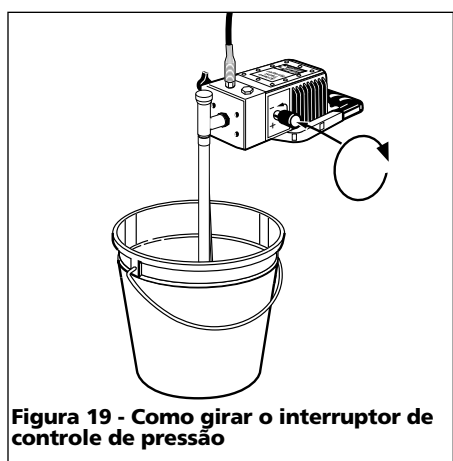

Figura 19 - Como girar o interruptor de controle de pressão
2. Gire o controle de pressão totalmente no sentido horário até alcançar a posição High Pressure (Alta Pressão) (veja a Figura 19).